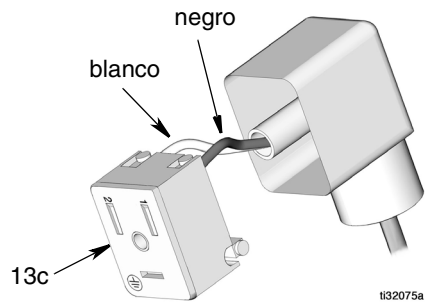

FIG. 7
9. Retire la placa de retención (13c) del conector DIN (FIG. 7).
Dentro del conector DIN, desconecte el cable negro del terminal etiquetado 1, y el cable blanco del terminal etiquetado 2 (FIG. 7). Si el conector no está dañado, puede reutilizarlo y montarlo con el cable más largo en el paso 12, página 8.